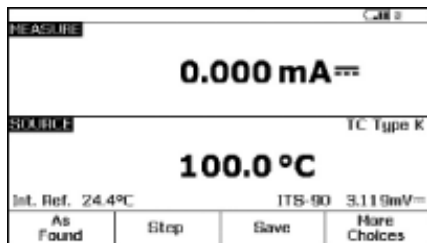

图4.
5. 接着按一次“MEAS/SOURCE”(测量/输出)按钮,将处于分屏模式(图4)。